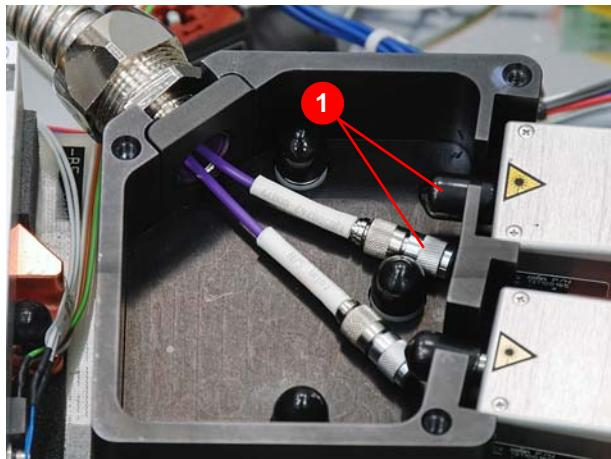

Abbildung 7.77 Glasfaserleitung von den Diodenmodulen abklemmen
4. Staubschutzkappen auf die Glasfasern und die Anschlüsse an den Diodenmodulen (1) (Abbildung 7.77) anbringen.